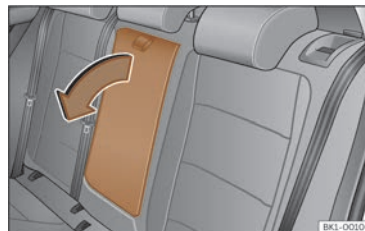

Fig. 102 Accoudoir central arrière rabattable (représentation schématique).
- Pour *abaisser* l'accoudoir, tirez sur la boucle dans le sens de la flèche >>> **fig. 102**.